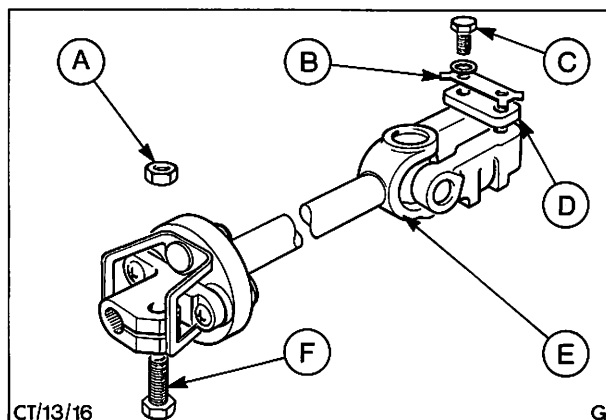

Abb. 17 Klemmschraube der Lenkverbindung
4. Klemmschraube der Lenkverbindung ausbauen, Abb. 17.